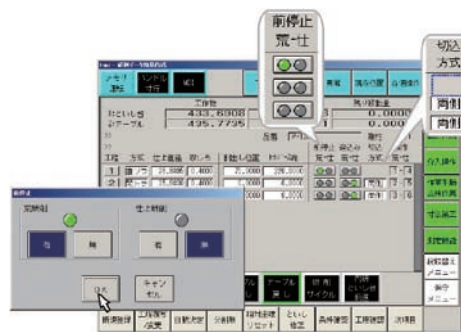

図6 研削データ作成画面
- 2) 画面内の設定値を、従来の数値表示/数値入力から、文字表示/文字の選択入力とすることにより、取扱説明書やヘルプ画面を見たり覚えたりしなくても、容易に理解できる使い勝手を実現している (図 6)。